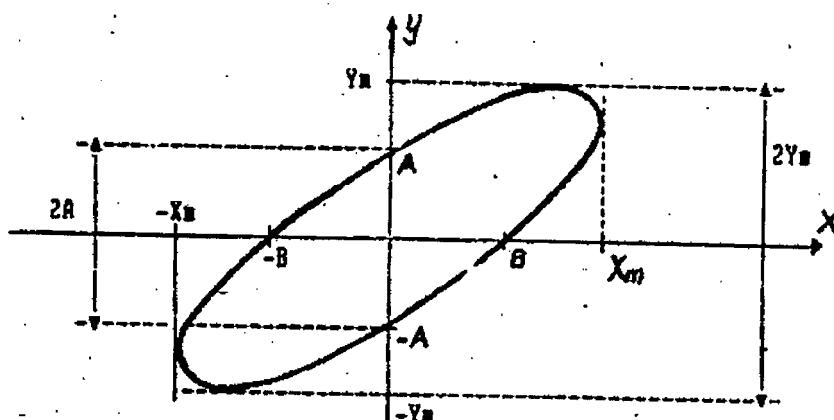

Рис.2. Измерение разности фаз двух синусоидальных сигналов методом эллипса
найдем точки пересечения эллипса с осью ординат (рис.2). Это и соответствует значению $X(t) = 0$. Подставив его в (10), получаем
Таким образом, для определения разности фаз необходимо измерить по осциллограмме (в делениях шкалы экрана осциллографа) величины A и y_m , по их отношению, используя (12), определить $\sin(\varphi)$ и далее по таблице $\arcsin(\varphi)$ или с помощью калькулятора найти угол. Для удобства считывания с экрана осциллографа целесообразно определять удвоенные величины A и y_m (см. рис.2), т.к. при этом меньше оказывается погрешность центровки эллипса на экране.